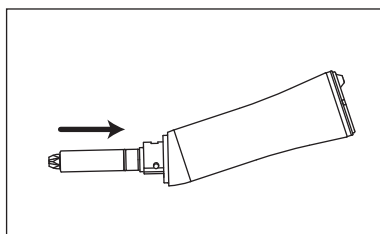

Fig. 9
- 1) Introduza do veio motriz até contactar com a haste (Fig. 9).